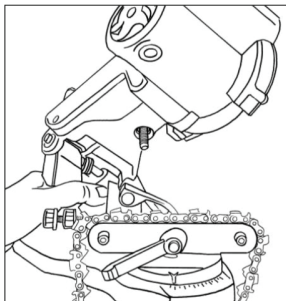

Рис. 5
1. Установите цепь в направляющие рабочего стола станка так, чтобы режущая часть цепи была направлена в сторону заточного круга и зафиксируйте ее установочным клином (рис.5).